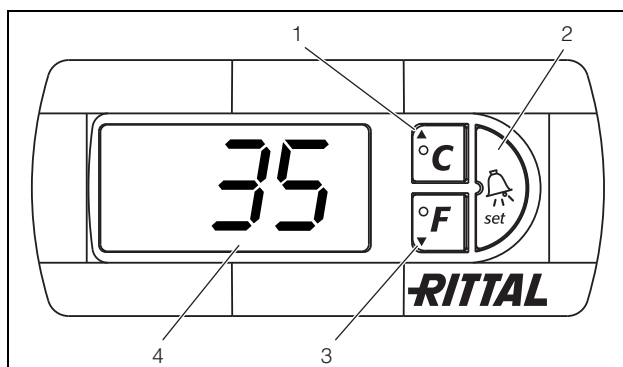
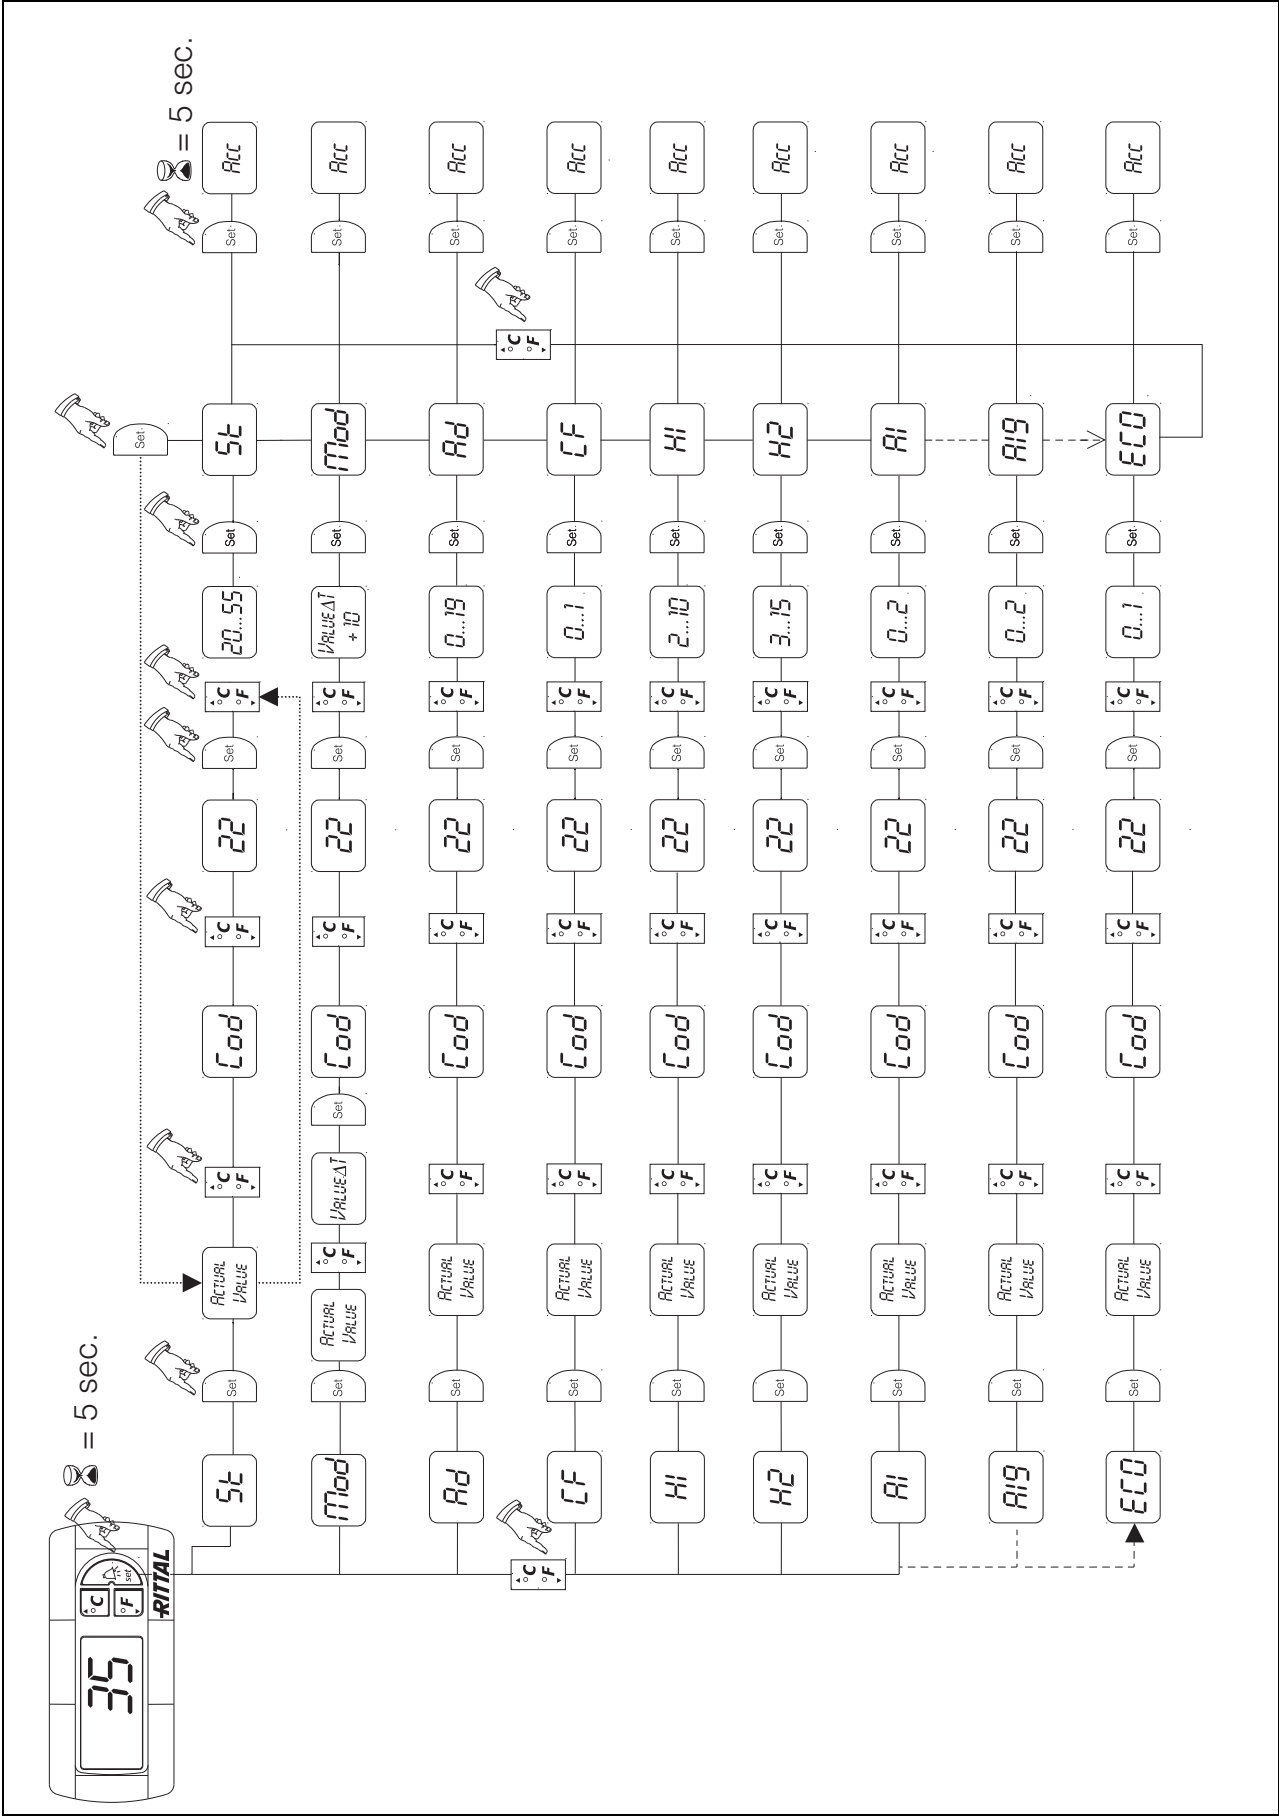

Fig. 18 : Régulateur confort
Fig. 20 : Tableau synoptique de la programmation
Le régulateur confort dispose d'un affichage à 7 segments (fig. 18, n° 4). Après la mise sous tension, il commence par afficher la version actuelle du logiciel pendant env. 2 secondes.
La programmation de l'appareil se fait à l'aide des touches 1 – 3 (fig. 18). Les paramètres correspondants sont également visualisés sur l'afficheur.
- Appuyer simultanément sur les touches 1 et 2 (fig. 18) pendant au moins 5 secondes.
Les touches 1, 2 et 3 (fig. 18) vous permettent de modifier 24 paramètres à l'intérieur des plages définies (valeurs limites minimales et maximales). Les tableaux 6 et 7 indiquent quels sont les paramètres modifiables. La fig. 20 de la page 21 indique les touches que vous devez actionner.
Voir également fig. 20, page 21.
Vous trouverez une explication précise des différents messages de défauts au paragraphe 6.2.9 Exploiter les messages de défaut, page 23. Voir également fig. 20, page 21.